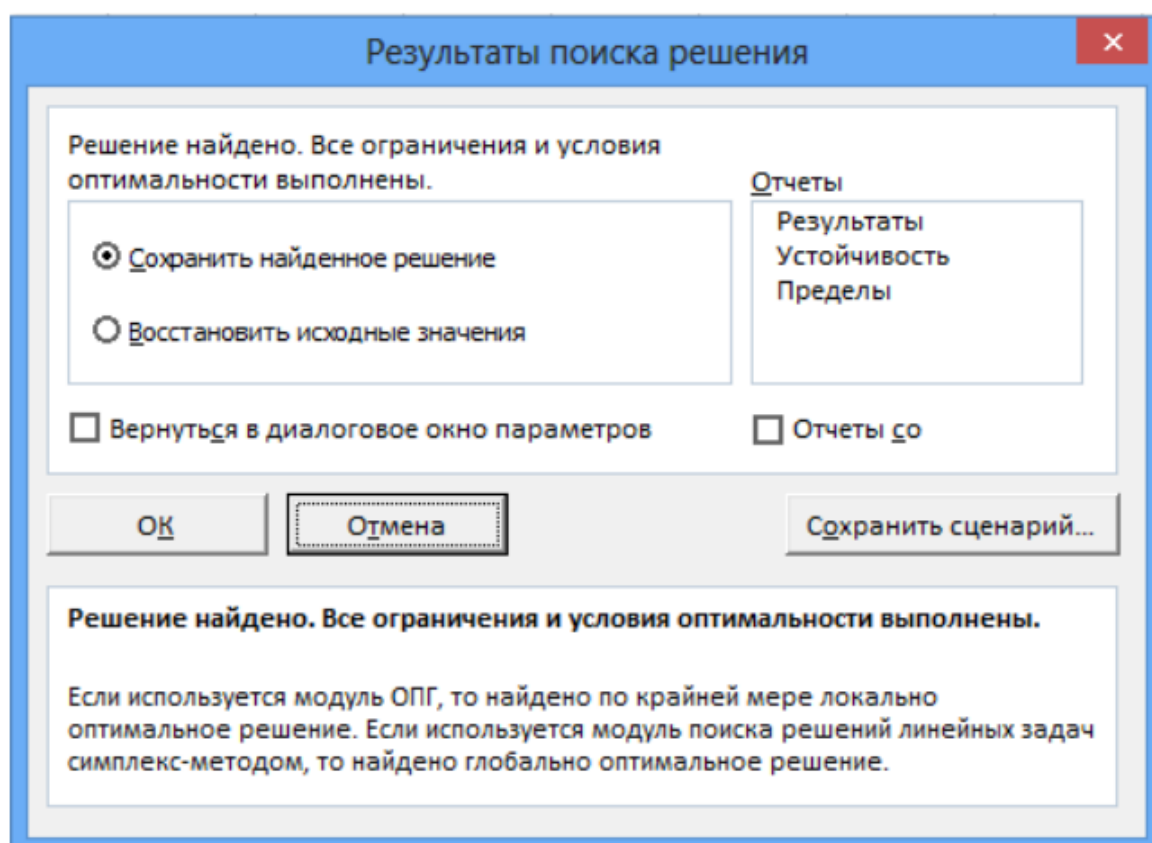

Рис. 1.7
- Нажмите «Найти решение». В появившемся окне «Результаты поиска решения» нажмите «ОК» (см. рис. 1.7).